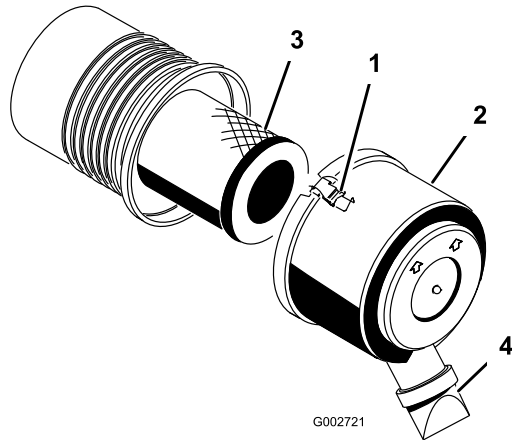

Bild 28
1. Lösen Sie die Riegel, mit denen die Abdeckung des Luftfilters am Luftfiltergehäuse befestigt ist (Bild 28).